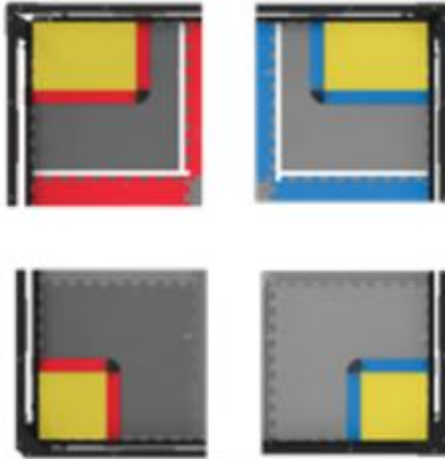

图4 四个目标区的黄色加亮特写（边条内仍是灰色拼接块）
**目标区**—以边条和围栏内沿确定的发泡拼接块上的 4 个区域，见图 4。在且仅在此区域中，机器人可使方块得分。边条和围栏不算是目标区的一部分。